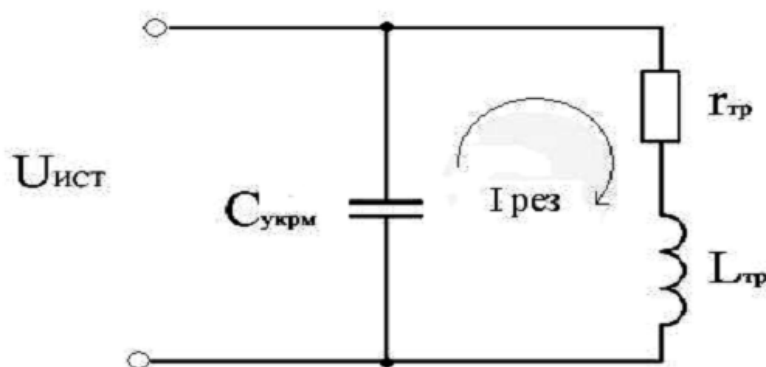

Рис. 4. Кратковременные всплески тока и напряжения
2. Резонанс. Резонанс — явление, возникающее на определённой частоте, когда индуктивная и ёмкостная составляющие системы уравновешены, что позволяет энергии циркулировать между магнитным полем индуктивного элемента и электрическим полем конденсатора (Рис. 4).